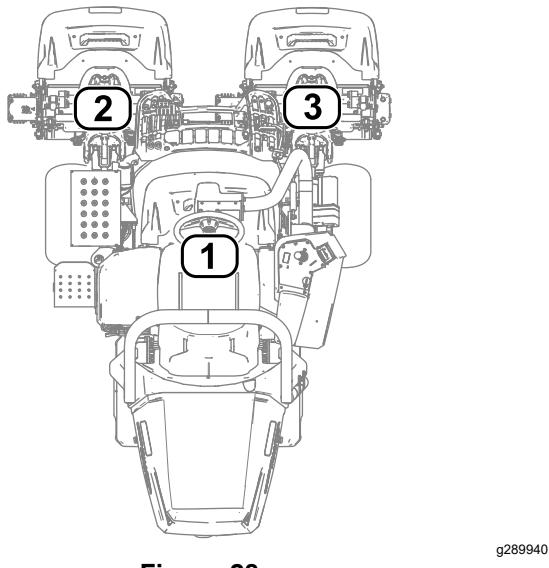

Figura 28
- 1 fa riferimento all'apparato di taglio centrale (Figura 28)
- 2 fa riferimento all'apparato di taglio anteriore sinistro (Figura 28)
- 3 fa riferimento all'apparato di taglio anteriore destro (Figura 28)